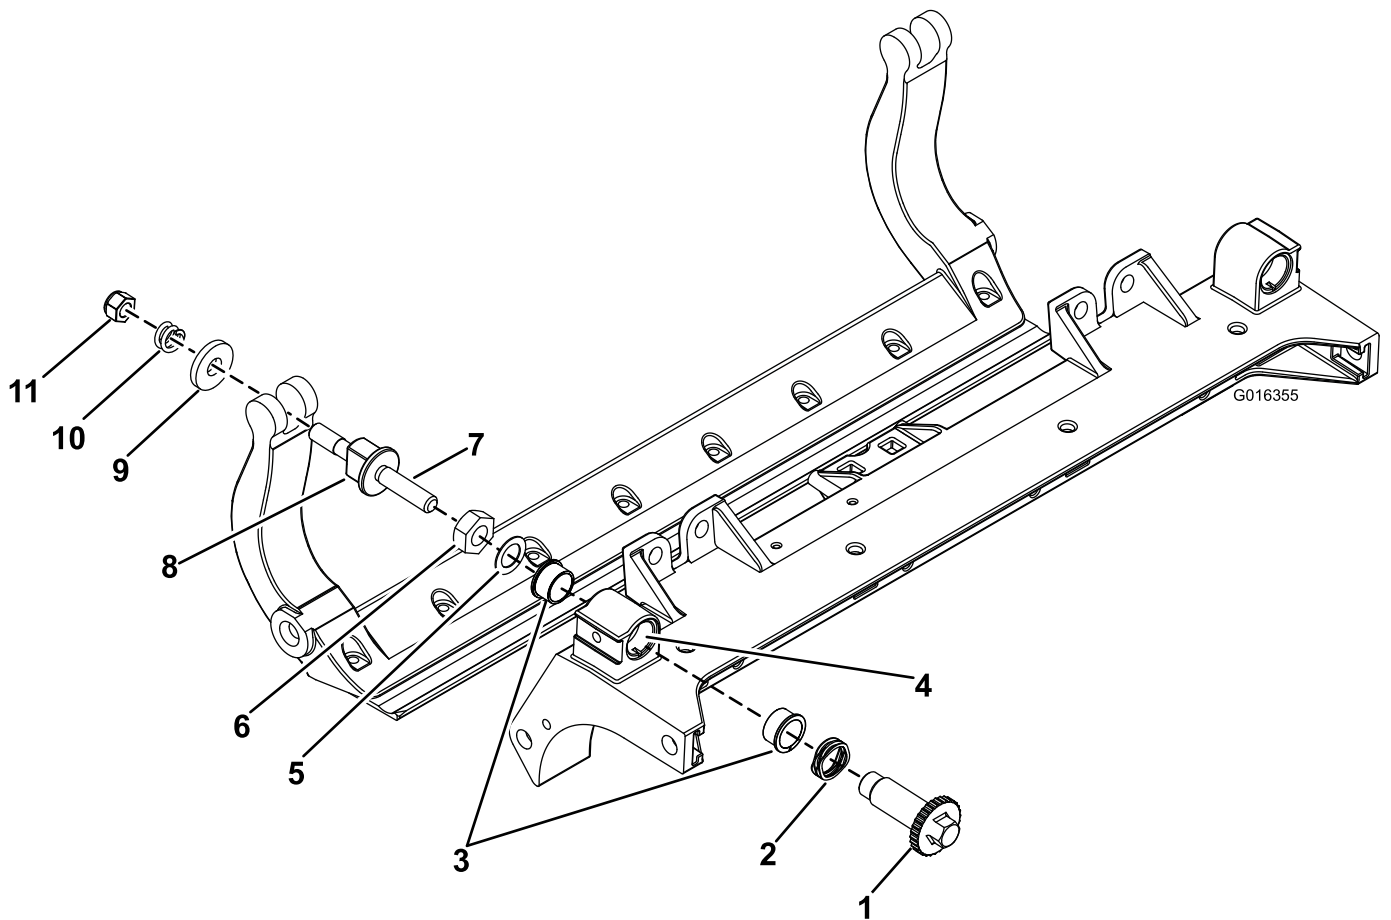

Bild 33
1. Entfernen Sie alle Teile, siehe *Installationsanleitung* für das HD-DPA-Kit, Modellnr. 120-7230, und Bild 33.
2. Tragen Sie ein Gleitmittel innen im Büchsenbereich am mittleren Schneideinheitrahmen auf (Bild 33).
3. Fluchten Sie die Keile an den Flanschbüchsen mit den Schlitten im Rahmen aus und setzen Sie die Büchsen ein (Bild 33).
4. Legen Sie eine Wellenscheibe auf die Einstellerwelle und schieben Sie die Einstellerwelle auf die Flanschbüchsen im Rahmen der Schneideinheit (Bild 33).
5. Befestigen Sie die Einstellerwelle mit einer Flachscheibe und einer Sicherungsmutter (Bild 33). Ziehen Sie die Sicherungsmutter mit 20-27 N·m an.
- B. Legen Sie eine Stahlscheibe außen auf jede Nylonscheibe (Bild 33).